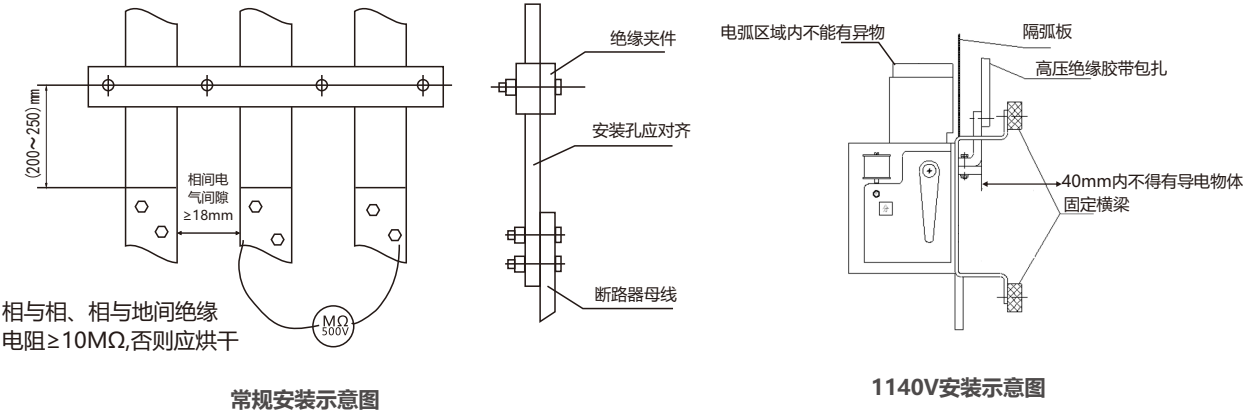

图10 母线连接要求
7.1.7 额定工作电压1140V断路器安装示意图10，安装过程务必注意 ⚠
7.3.1 使用前先检查断路器内部不能有异物存在，然后依据图10检查断路器的绝缘性能。
断路器长期停用后，在投入使用前必须按图10进行绝缘电阻检查。